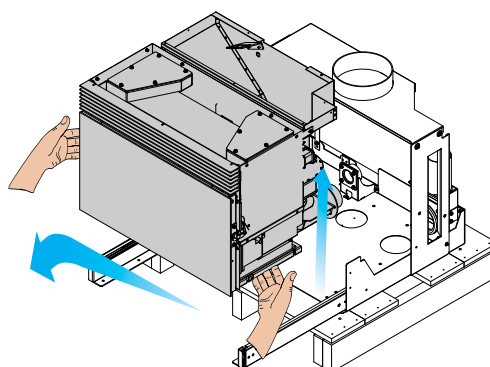

fig. 6.1.6
- 6) Lever la machine et la retirer des rails (Fig. 6.1.6) ;